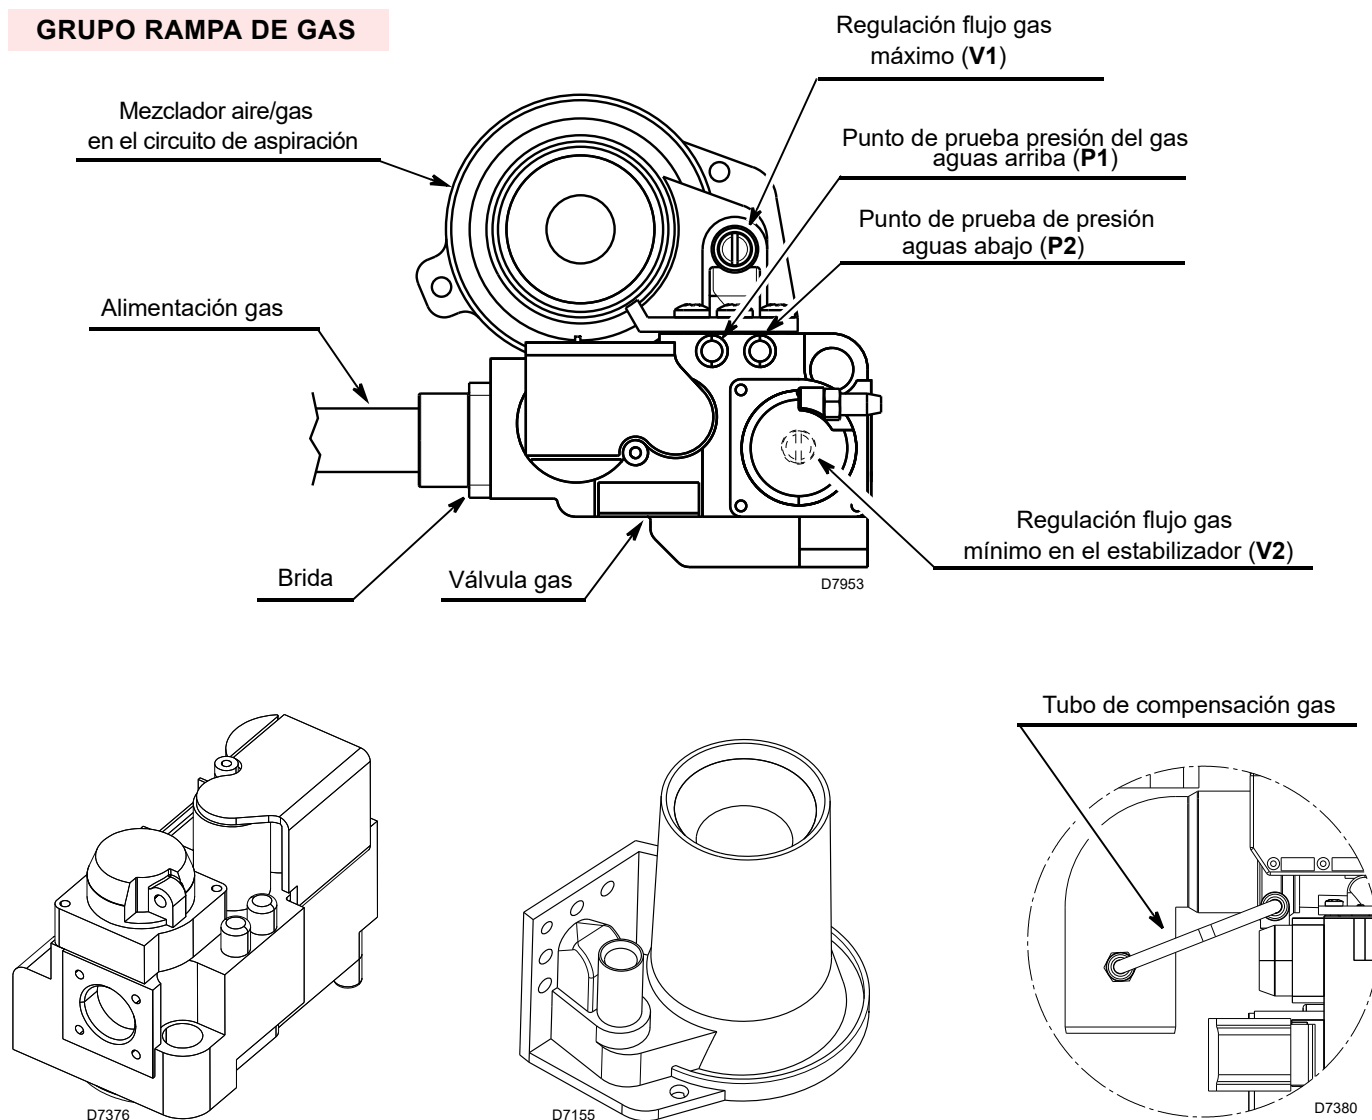

Fig. 10
- purgar el aire por la tubería del gas mediante el tornillo en la toma P1 (Fig. 10 en la pág. 13).
Girar ligeramente hacia la izquierda el tornillo V1 colocado en el mezclador de la válvula gas (Fig. 10 en la pág. 13).
La regulación del caudal de gas se obtiene utilizando los dos tornillos V1 y V2 (Fig. 10 en la pág. 13).